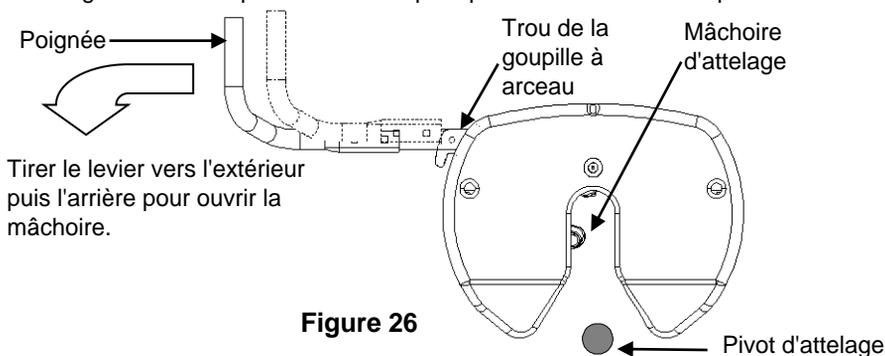

Figure 26
3. Retirer la goupille à arceau de son trou (voir Figure 26). Tirer le levier vers l'extérieur puis l'arrière pour maintenir l'ouverture. **NOTA :** La mâchoire d'attelage doit être en position ouverte pour permettre l'insertion du pivot dans l'attelage.
4. Levier à la position ouverte (voir la Figure 26), reculer la camionnette lentement vers la caravane. À mesure que le pivot d'attelage pénètre complètement dans la tête, la mâchoire se ferme autour du pivot et le levier retourne à la position fermée. Pousser le levier dans la position fermée s'il ne retourne pas de lui-même à cette position. Si le levier ne retourne toujours pas à la position fermée, déplacer légèrement la camionnette vers l'avant ou l'arrière jusqu'à ce que le levier retourne en position fermée. (Voir Figure 27)
7. Tirer le levier complètement vers l'extérieur jusqu'à ce qu'il se déclenche en position ouverte de façon que le pivot d'attelage ne soit plus agrippé par la mâchoire (voir Figure 26). La caravane est maintenant libérée de l'attelage et de la camionnette. Si le levier ne sort pas, une pression s'exerce probablement sur la mâchoire. Pour relâcher cette pression, reculer la camionnette légèrement. Appliquer à nouveau le frein à main de la camionnette. Puis tirer sur le levier pour le sortir complètement jusqu'à ce qu'il se déclenche en position ouverte.